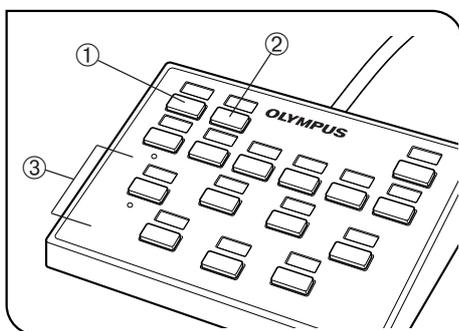

Fig. 4
1 Sélection de la trajectoire optique d'observation (Fig. 4)
2 Centrage du diaphragme de champ (FS) (Figures 4 & 5)
3 Centrage du diaphragme d'ouverture (AS) (Figures 4 à 6)
1. Presser le bouton BF ① de l'interrupteur de commande manuelle pour sélectionner la trajectoire optique en fond clair en lumière incidente.
2. Presser le bouton des objectifs ③ (Fig. 4) de l'interrupteur de commande manuelle pour engager l'objectif 10X dans la trajectoire optique, placer la préparation sur la platine et réaliser la mise au point approximative sur la préparation.
3. Retirer l'oculaire, regarder à travers le manchon et presser le bouton AS- ⑧ de l'interrupteur de commande manuelle pour refermer le diaphragme à environ 70 % de son ouverture.